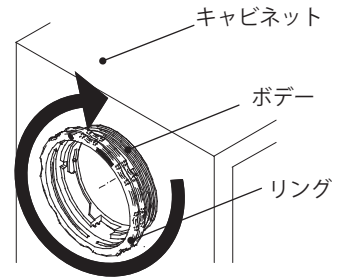

図2 取付方法
2. リングを使用してキャビネットに確実に取付けてください。(図2)